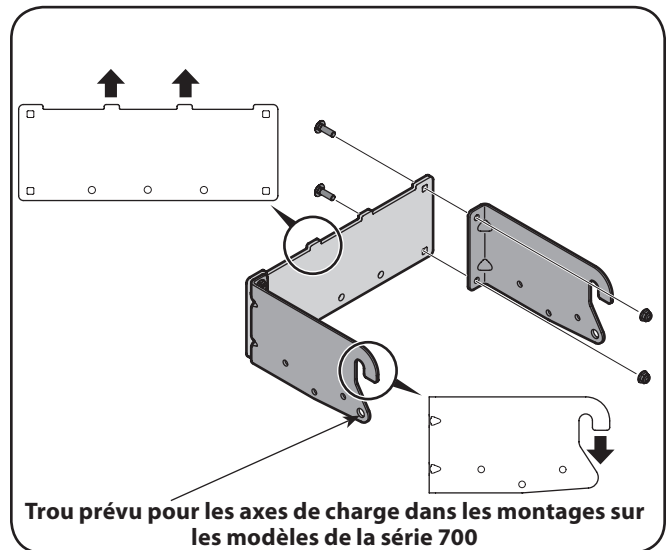

Figure 4-3
1. Attachez les deux supports de fixation d'attelage latéraux au support de fixation universel arrière à l'aide des quatre boulons à tête hexagonale et contre-écrous d'épaulement. Avec les crochets sur les supports de fixation d'attelage latéraux pointant vers le bas, les étiquettes des plateaux d'attelage devraient pointer vers le haut. Consultez la figure 4-3.
Remarque : Installez deux axes à épaulement à travers l'assemblage et fixez-les aux supports de fixation de série 700 installés plus tôt avec des goupilles à cliquer fournies dans le jeu de montage. Consultez à nouveau la figure 4-3.